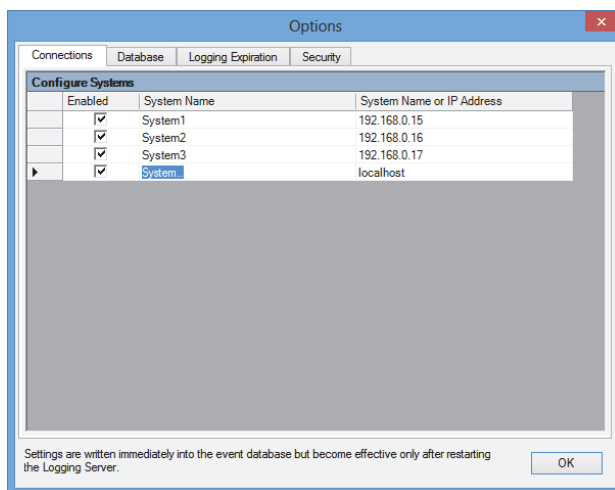

figure 58.6 : Ajout d'un système (1)
- 1 Cliquez dans la zone *Enabled* de la rangée marquée d'un astérisque (*). Une nouvelle rangée est ajoutée à la liste des systèmes (voir figure 58.6).